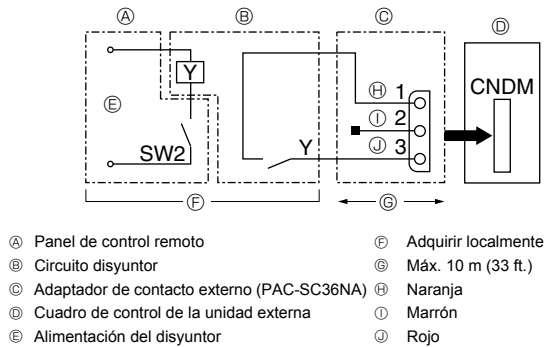

Fig. 9-2
① Complete el circuito como se muestra utilizando el adaptador de contacto externo (PAC-SC36NA). (Se vende por separado)
9.2. Función de demanda (modificación in situ) (Fig. 9-2)